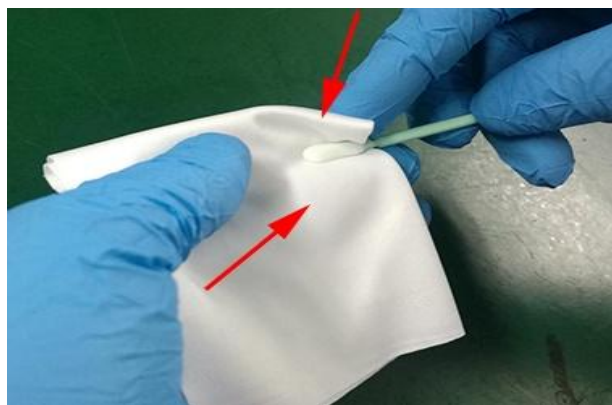

图 7.6
(5)镜片污染严重，可使用无尘布清理。取一块干净的无尘布对折 2 次，将镜片清洁剂喷在对折后的直角位置，如图五。一手握住镜片（注意手指不可接触镜片上下端面），另外一只手拿无尘布，涂有镜片清洁剂的一面紧贴要清理的镜片表面，用食指轻压另外一面，轻轻用力将无尘布沿镜片表面做顺时针转动，如图 7.6。